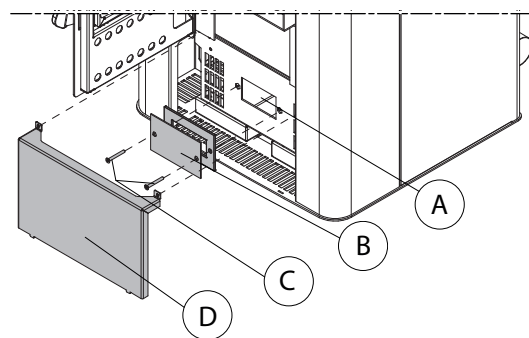

Fig. 6.1.2
- pour accéder facilement au ventilateur (A), il suffit de retirer le couvercle (D), le capuchon (B) avec le joint correspondant, en agissant sur les deux vis (C) (Fig. 6.1.2).